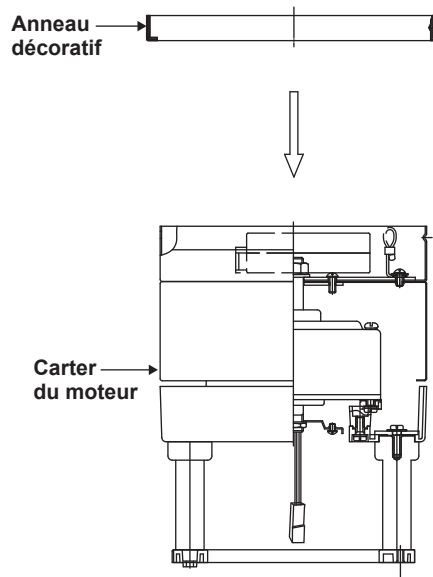

Figure 4
1. Faites glisser l'anneau décoratif vers le bas et à travers le carter du moteur. (Fig. 4)